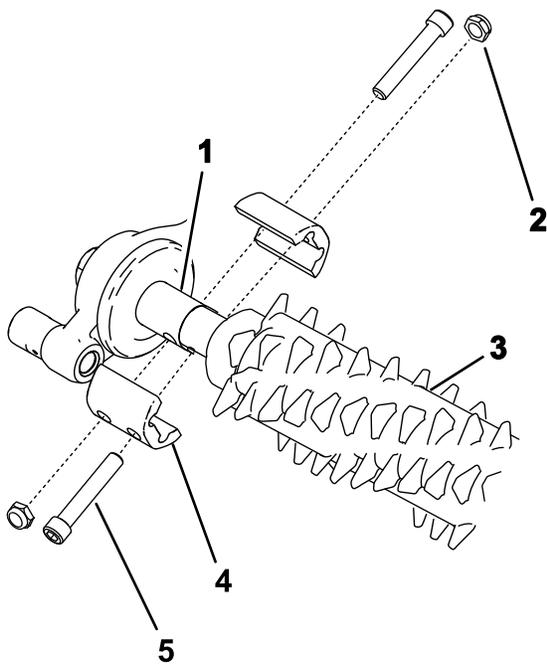

Bild 17
- Richten Sie die Groomerspindel mit dem Groomerantrieb und den Riemenscheiben aus (**Bild 17**).
3. Sichern Sie den Groomer wie in Bild 17 dargestellt an der Maschine und ziehen Sie die Schrauben bündig an.